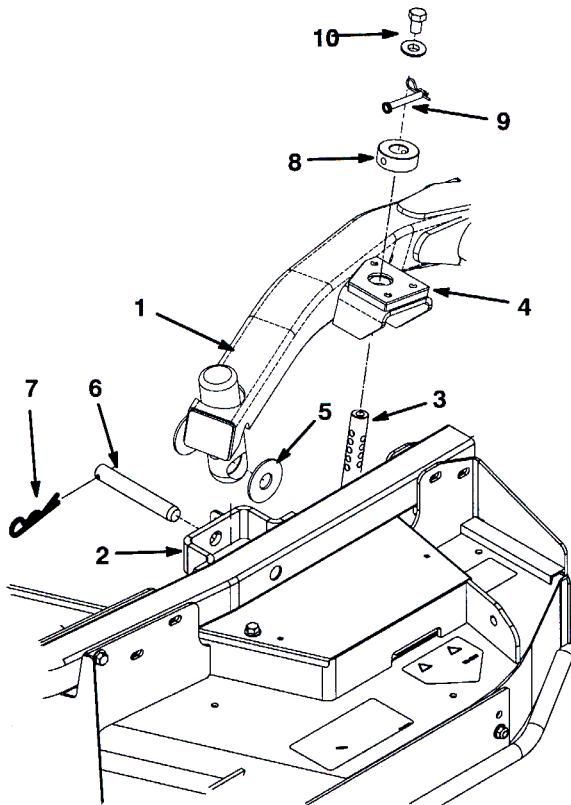

図25
4. 昇降レバーをフロート位置とする。昇降アームを押し下げて、昇降アームについている穴とキャスタ・アーム・ブラケットについている穴を整列させ、昇降アームのパッドに刈高ロッドを挿入できるようにする(図25)。
5. スラスト・ワッシャ2枚、クレビス・ピン、ヘアピン・コッターを使って、昇降アームをキャスタ・アームに固定する。スラスト・ワッシャは昇降アームとキャスタ・アーム・ブラケットの間にに入る(図25)。コッター・ピンを、キャスタ・アーム・タブのスロットに差し込んで固定する。
9. 刈高ロッドに刈高カラーを取り付け、クレビス・ピンとヘアピン・コッターで固定する(図25)。クレビス・ピンの頭をデッキの前に向けておく。
10. 各刈高ロッドの上部に  $1/2 \times 3/4"$  キャップスクリュとワッシャを取り付ける(図25)。